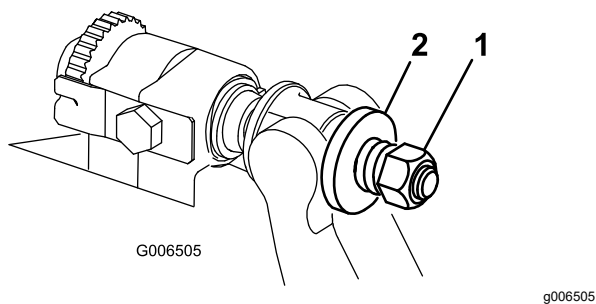

图 32
4. 旋紧弹簧加压螺母直到弹簧完全压缩然后往回松开 $\frac{1}{2}$ 圈 图 32。